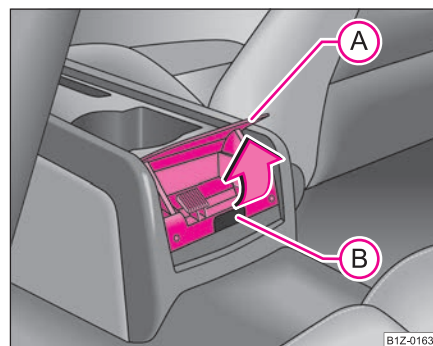

Fig. 94 Consola centrală inferioară: Scrumiera spate
- Prindeți capacul scrumierei de partea de jos (A) și rabatați-l în sensul săgeții ⇒ fig. 94.